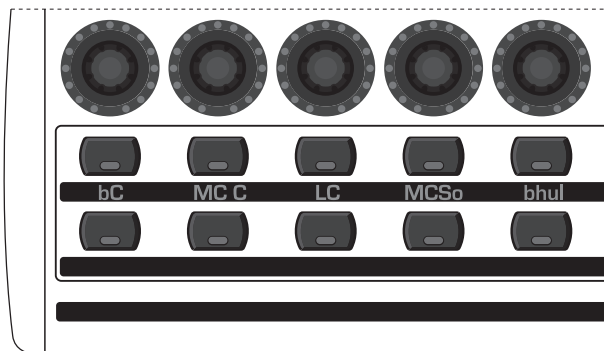

Bild 4.10: Emulation modus knappar
1. Tryck på önskad modusknapp och håll den intryckt (se bild 4.10).